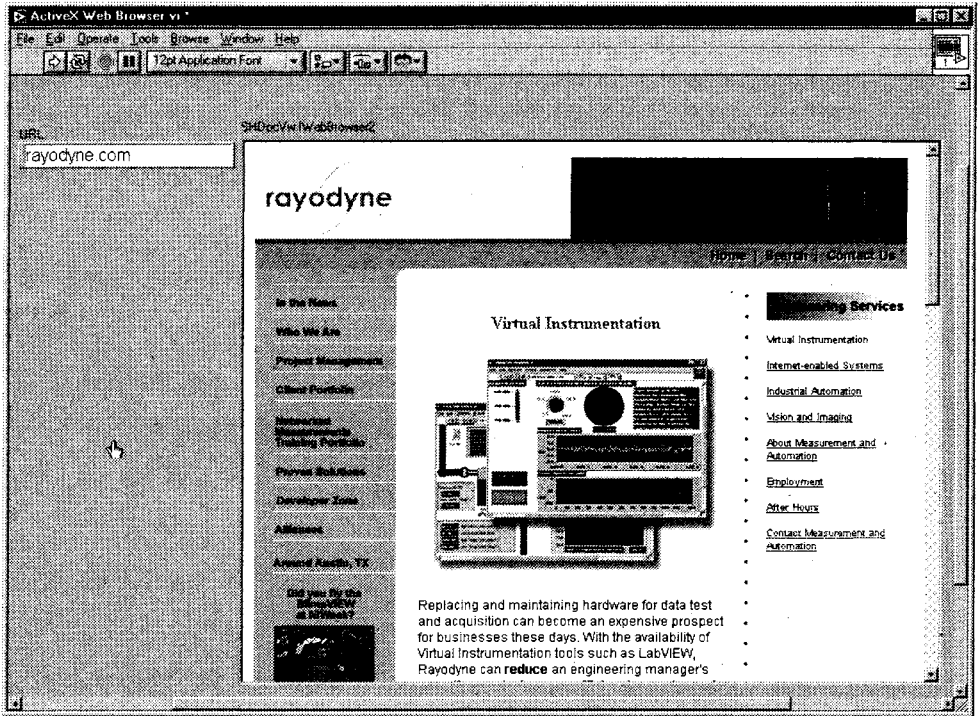

Рис. 14.42
4. Вернитесь к лицевой панели, введите с клавиатуры любой адрес Internet и однократно запустите созданный ВП. Вы увидите соответствующую страницу Internet, появившуюся в контейнере. На рис. 14.42 показан пример загрузки русского образовательного сайта <http://www.labview.ru>¹.